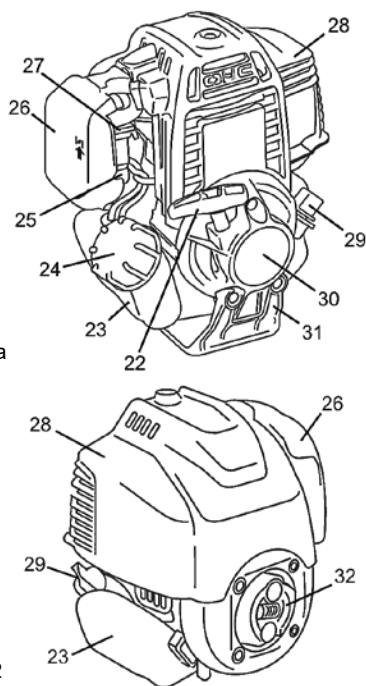

Рисунок 2
- Закачайте паливо в карбюратор, використовуючи ручний насос «праймер» для підкачки палива (25, рисунок 2). Для цього натисніть 3-5 разів на ковпачок «праймера», поки в ньому не з'явиться паливо. Якщо паливо не заповнило «праймер», натисніть на ковпачок насоса ще декілька разів.
- У тому випадку, якщо здійснюється запуск холодного двигуна або якщо температура повітря нижче +15 °C, закрийте повітряну заслінку карбюратора, встановивши важіль заслінки (27, рисунок 2) в крайньому верхньому положенні (положення , рисунок 9). При такому положенні повітряної заслінки відбувається збагачення паливної суміші в карбюраторі, що забезпечує полегшений запуск двигуна. Під час запуску теплої двигуна або якщо температура повітря перевищує +15 °C, збагачення паливної суміші, як правило, не потрібно. У тому випадку, якщо двигун встиг частково охолонути, може знадобитися часткове збагачення паливної суміші – часткове відкриття повітряної заслінки карбюратора.